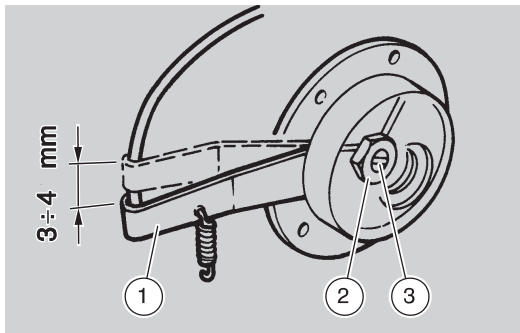

Fig. 20
- desserrer l'écrou intérieur avec la clef appropriée en dotation (2-Fig. 20);
- tourner la vis de réglage à l'aide d'un tournevis (3-Fig. 20) jusqu'à la récupération totale du jeu;
- dévisser la susdite vis d'un demi tour environ, ce qui correspond à environ 3 - 4 mm de course du câble (1-Fig. 20);